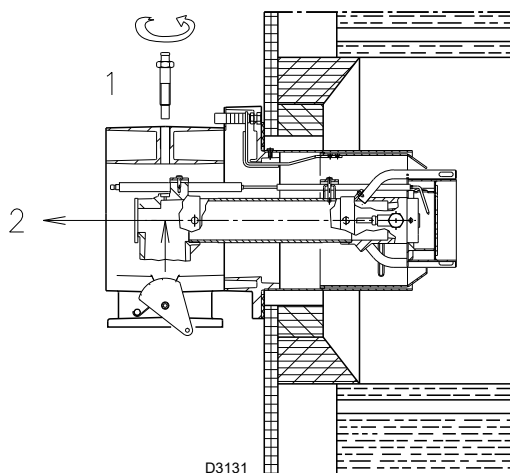

Рис. 18
- Отверните винт 1) (Рис. 18) и извлеките внутреннюю часть 2).
Чтобы упростить регулировку, ослабьте винт 1) (Рис. 18 на стр. 22), выполните регулировку, а затем заверните винт.